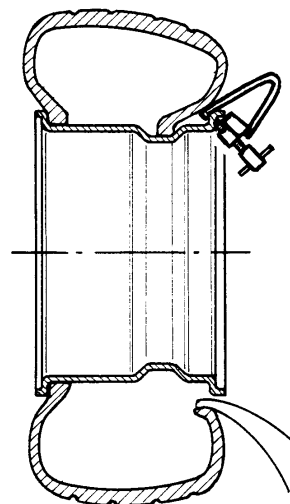

Abb.36
4. Die Spannvorrichtung im Uhrzeigersinn drehen, bis der Reifen ganz montiert ist. Sicherstellen, daß der äußere Wulst ins Tiefbett gleitet, wenn sich die Montierklemme genau gegenüber vom Werkzeug befindet (Abb.36).